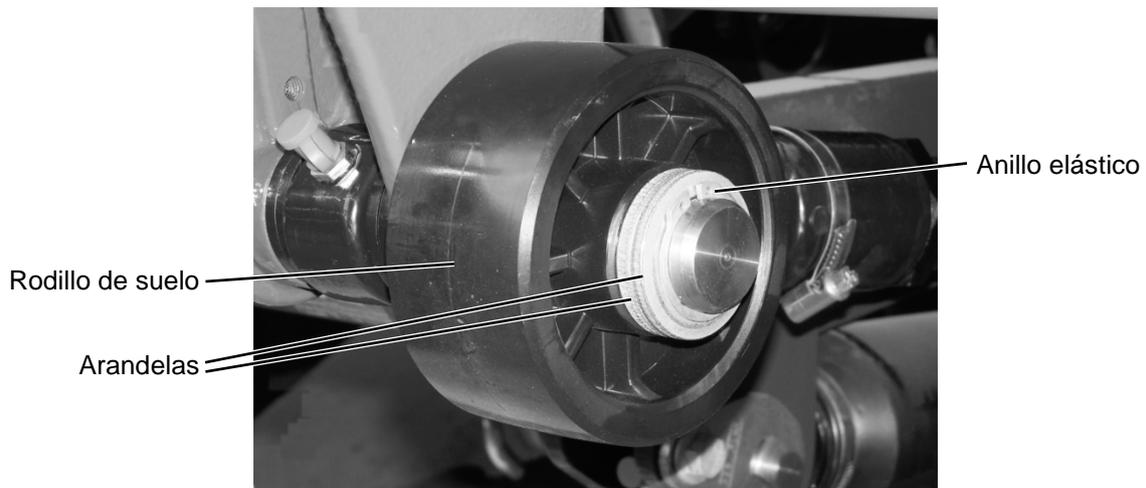

Figura 38: Montaje del rodillo de suelo
- ▶ Monte los rodillos de suelo y asegure el perno con un anillo de sujeción (véase Figura 38).